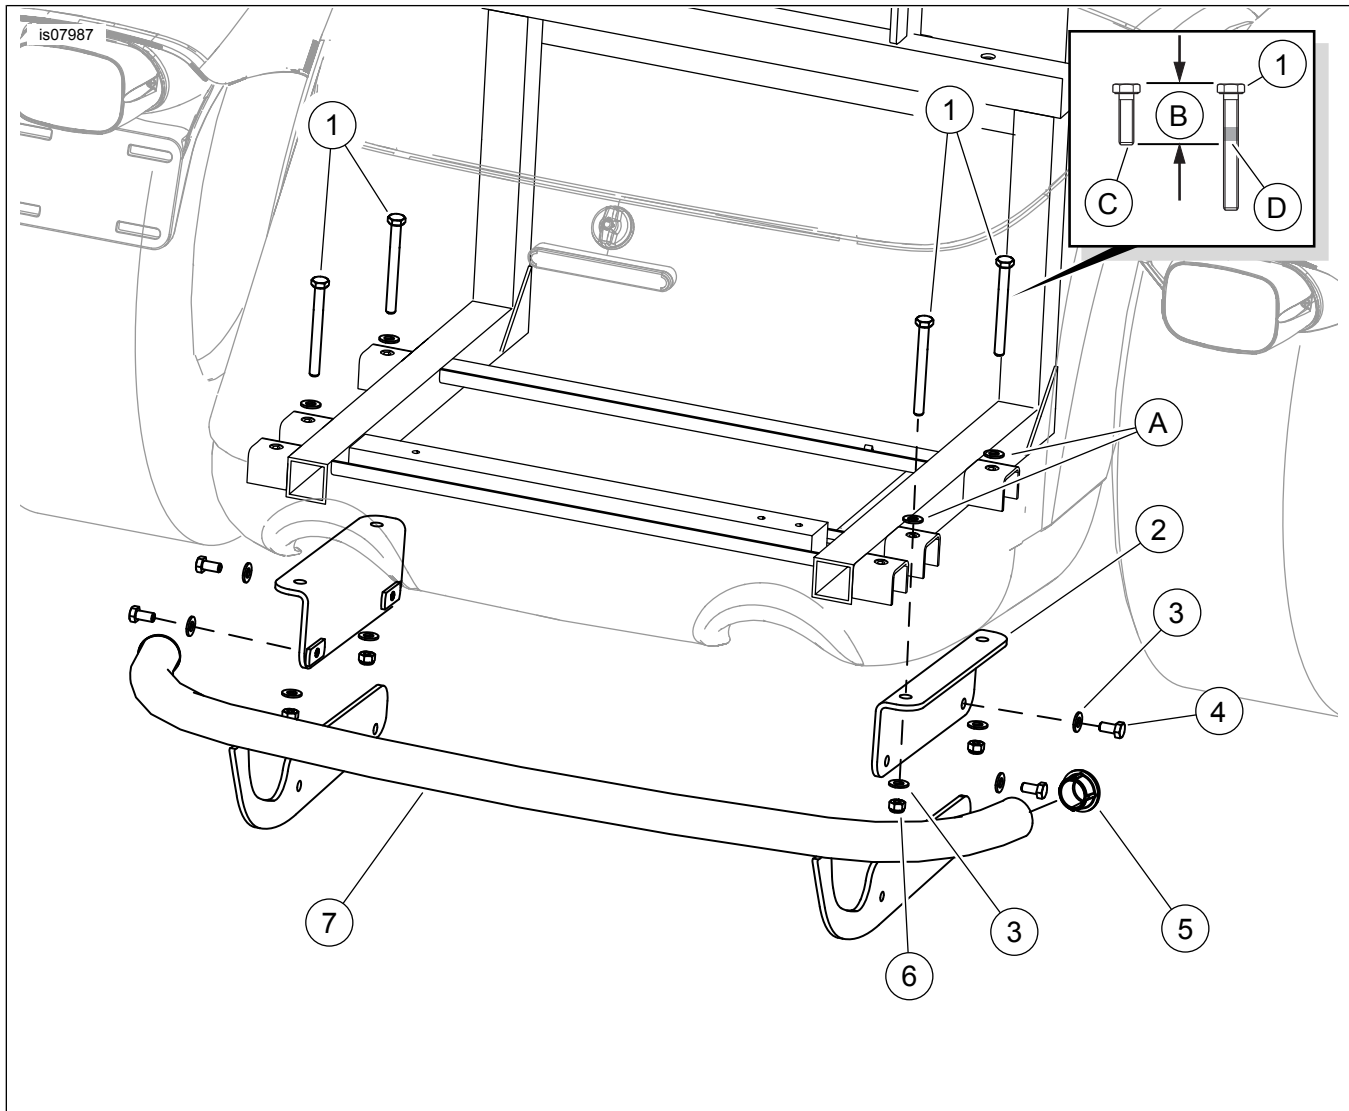

Abbildung 1. Ersatzteile: Verchromter hinterer Schutzbügelset für Trike-Modelle
Siehe Abbildung 1 und Tabelle 1.
2. Siehe Abbildung 1. Die vier Schrauben mit Unterlegscheiben (A) im Boden des Aufbewahrungskofferfaches ausfindig machen, mit denen der Koffer am Heckrahmen befestigt ist. Die Unterlegscheibe angebracht lassen und eine der Schrauben entfernen. Schraube für den nächsten Schritt aufbewahren, dann entsorgen.
3. Siehe den Bildausschnitt in Abbildung 1. LOCTITE 243 (blau) auf die langen Schrauben (1) auftragen.
- a. Die Länge (B) der Originalschraube (C) auf der neuen langen Schraube (1) anzeichnen.
- b. LOCTITE 243 (blau) (D) auf 10 mm (3/8 in) des Schraubengewindes, zwischen dem Schraubenkopf und der Markierung, auftragen.
Die Befestigungshalterung, wie in Abbildung 1 abgebildet, ausrichten.